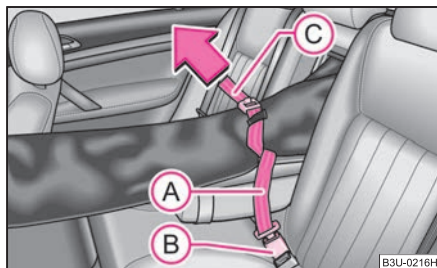

Abb. 73 Sicherung des
- Stecken Sie den Befestigungsgurt (A) → Abb. 73 in das mittlere Gurtschloss (B).
- Ziehen Sie den Gurt (C) in Pfeilrichtung straff → Abb. 73.